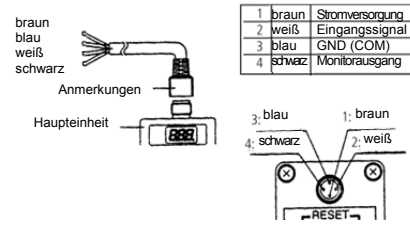

Abb. 6 – Anschlussdetails
- Die UP- und DOWN-Tasten (Abb. 6) min. 3 Sekunden lang gedrückt halten.